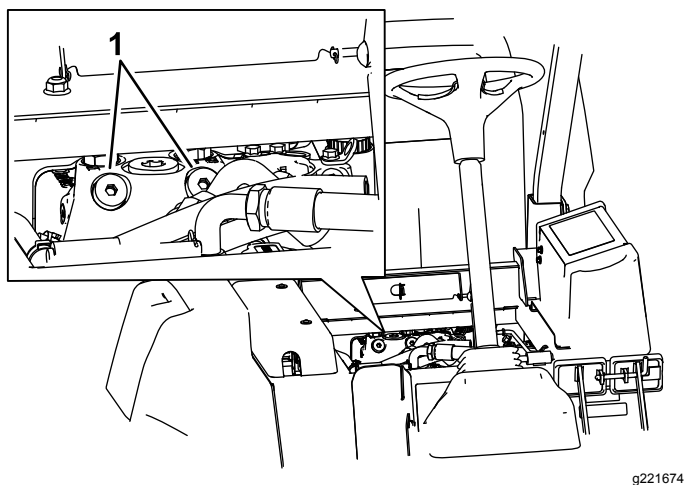

Рисунок 74
1. Поднимите сиденье и найдите перепускные клапаны, расположенные под передней частью топливного бака (Рисунок 74).